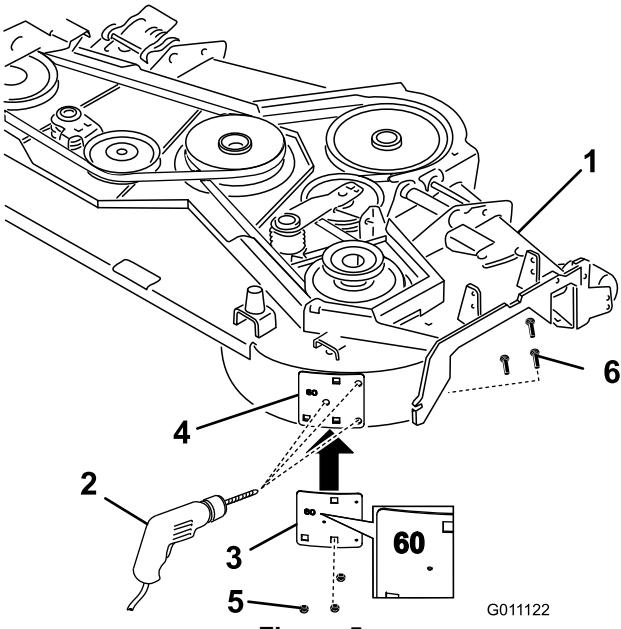

Figura 5
1. Instale la plantilla metálica que lleva grabado el número 60 en la carcasa de corte con los pernos y tuercas de cuello cuadrado que retiró anteriormente usando los taladros existentes de la carcasa de corte (Figura 5). Asegúrese de que los pernos y tuercas quedan bien apretados y que la plantilla está apretada contra la carcasa de corte.
2. Marque con un punzón la posición de los nuevos taladros en la carcasa de corte usando los 3 agujeros de la plantilla (Figura 5).
3. Retire la plantilla metálica y perfore tres taladros guía de 1/8 de pulgada de diámetro usando una broca afilada (Figura 5).
4. Perfore tres taladros de 13/32 de pulgada de diámetro a través de los taladros guía usando una broca afilada (Figura 5).